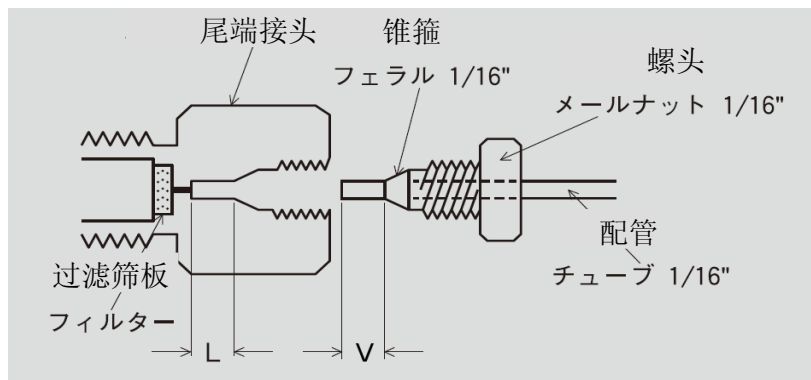

图 1 色谱柱的连接图
1. 色谱柱的接头使用了外径 1/16 英寸配管的螺头(MALE NUT)。请确保装置的配管接头正确连接，并且锥箍的顶端已插入接头内侧(参照图 1)。
请按照图 1 所示进行配管连接。若配管不匹配，特别是直接使用其他类型色谱柱所用配管时，锥箍前端的长度（图 1 中的 V）与尾端接头的长度（图 1 中的 L）经常会不同，因而引发故障。